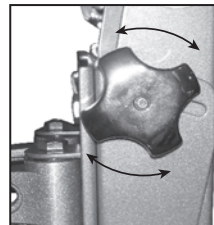

Fig. 7 – Afloje las perillas de ajuste para cambiar el ángulo de inclinación. Encuentra una perilla a ambos lados del montaje.
- Para ajustar la posición de inclinación de la pantalla, haga que una persona sujete la pantalla en su lugar mientras otra persona afloja las dos perillas de ajuste de inclinación ubicadas a ambos lados del montaje (vea la Fig. 7). Una vez aflojadas las perillas, mueva la pantalla al ángulo deseado. Apriete bien las perillas antes de soltar la pantalla.